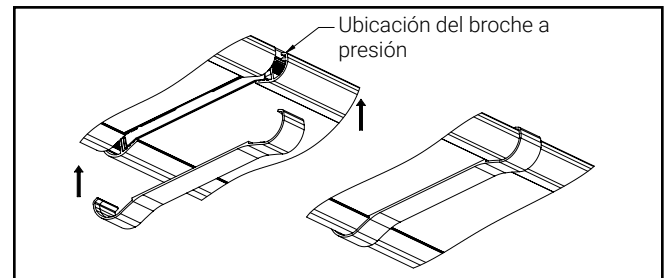

Figura 7
3. Asegúrese de que todos los mazos de cables estén empujados hacia arriba y fuera del camino. Luego empuje la pieza de moldura hacia arriba para que los extremos encajen a presión sobre los rieles laterales. Hay protuberancias en el interior de la moldura para centrarla. Una vez instalada, la moldura quedará al ras de los rieles y la guía de ondas. (Figura 7)